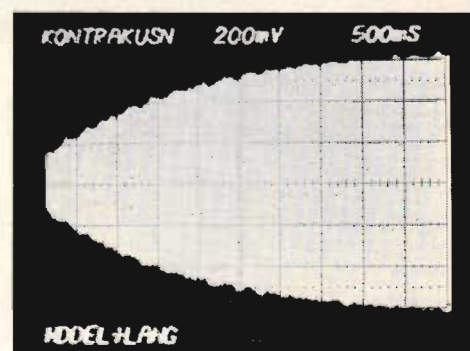

Fig 11. Kontraktion med längsta möjliga stigtid.
Motsatsen till perkussion kallas kontraktion och innebär att signalen långsamt växer upp mot ett slutvärde. Styrsignalen för sådan effekt tas på samma sätt som perkussion, men nu inverteras den likriktade signalen i IC13 (4) och man får en omvändning av effekten. Fig 11 och 12 visar verkan av maximal och minimal kontraktionslängd.